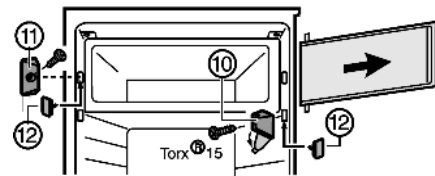

Fig. 6\*
- ▶ Togliere il coperchio nel blocco di supporto Fig. 6 (10).\*
- ▶ Svitare il blocco di supporto Fig. 6 (10) con la porta dello scomparto.\*
- ▶ Svitare l'elemento di chiusura Fig. 6 (11).\*
- ▶ Chiudere i fori ora liberi con i tappi Fig. 6 (12) in dotazione.\*